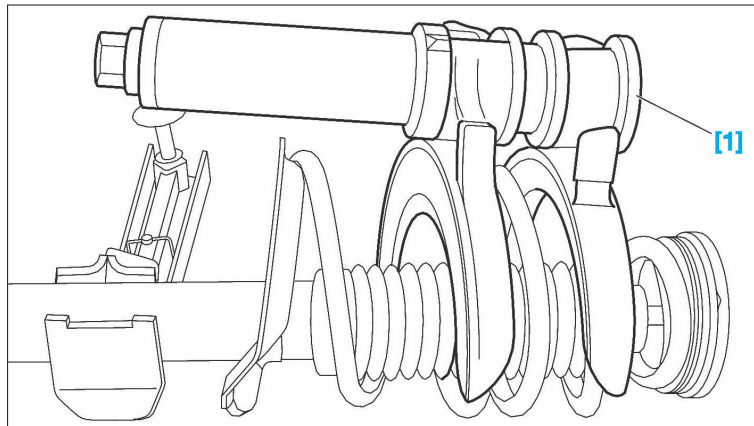

FIG. 13
- Placer l'élément de suspension dans un étau (Fig.13).